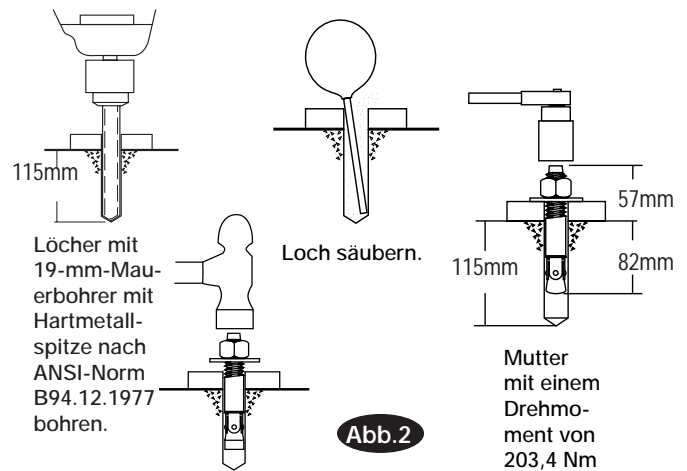

Abb. 2
- 4. Beton und Verankerung:** Der Beton sollte eine Druckfestigkeit von mindestens 20,68 N/mm² und eine Mindestdicke von 108 mm haben, um eine minimale Verankerungseinbettung von 83 mm zu erreichen. Wenn die mitgelieferten 3/4" x 5-1/2" I.g. Standardverankerungen verwendet werden und wenn das Oberteil der Verankerung 57 mm über Bodenhöhe herausragt, ist das KEINE ausreichende Verankerung. (18) 19-mm-Durchm.-Löcher (Abb. 2) in den Betonboden bohren; die Löcher in der Säulengrundplatte als Führung verwenden.